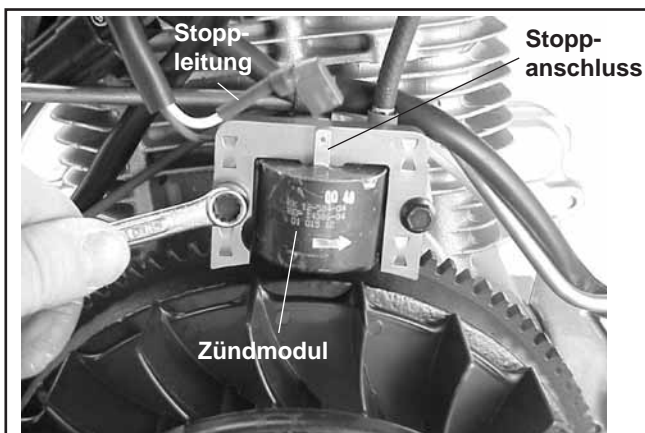

Abbildung 9-28. Zündmodul entfernen.
1. Trennen Sie das Stoppkabel vom Zündmodulanschluss. Siehe Abbildung 9-28.